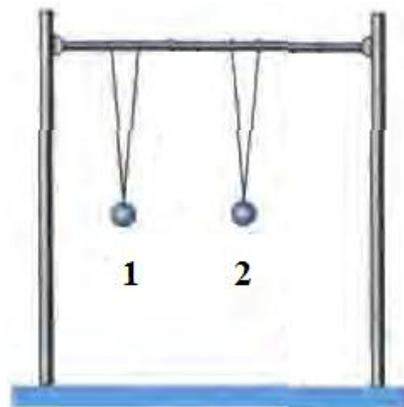

Рис. 1.
2. Установка для наблюдения резонанса математических маятников (рис. 1).